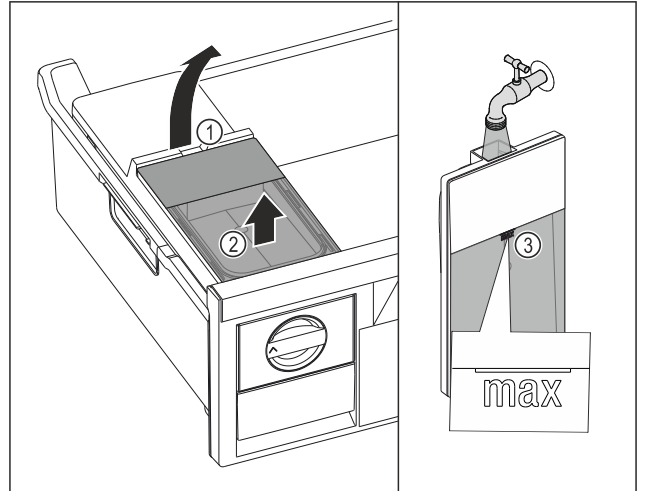

Fig. 71
- ▶ 从凹槽 Fig. 71 (1) 抬起水箱。
- ▶ 向上取出水箱。 Fig. 71 (2)
- ▶ 向水箱注入饮用水，直至标记 Fig. 71 (3)。